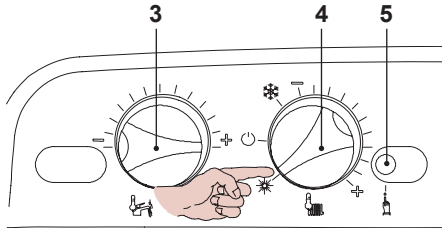

Fig. 7.2
- Posizionare le manopole del pannello comandi come indicato in Fig. 7.2.
- Per entrare nella modalità Spazzacamino bisogna entrare in programmazione premendo per 15 secondi il pulsante di ripristino 5 in Fig. 7.2 fino alla comparsa del parametro **P01**.
- Premere il pulsante di ripristino **5** in Fig. 7.2, per lo scorrimento dei vari parametri sino al raggiungimento del parametro valido per il settaggio della modalità Spazzacamino. Sul display LCD compare la seguente visualizzazione (la sequenza **P09** si alterna a **00**).